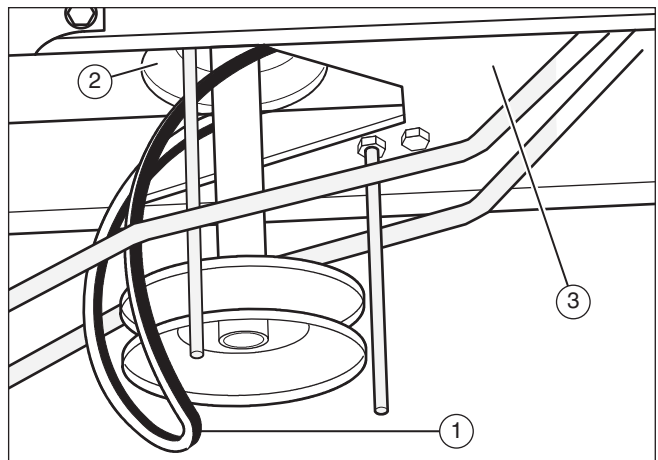

Figure 19
8. Pour retirer la courroie motrice (1) de la double poulie, tirer la première extrémité de la courroie sous la poulie double puis la rejeter en arrière entre la poulie double et la plaque de direction (3) (**Figure 19**).